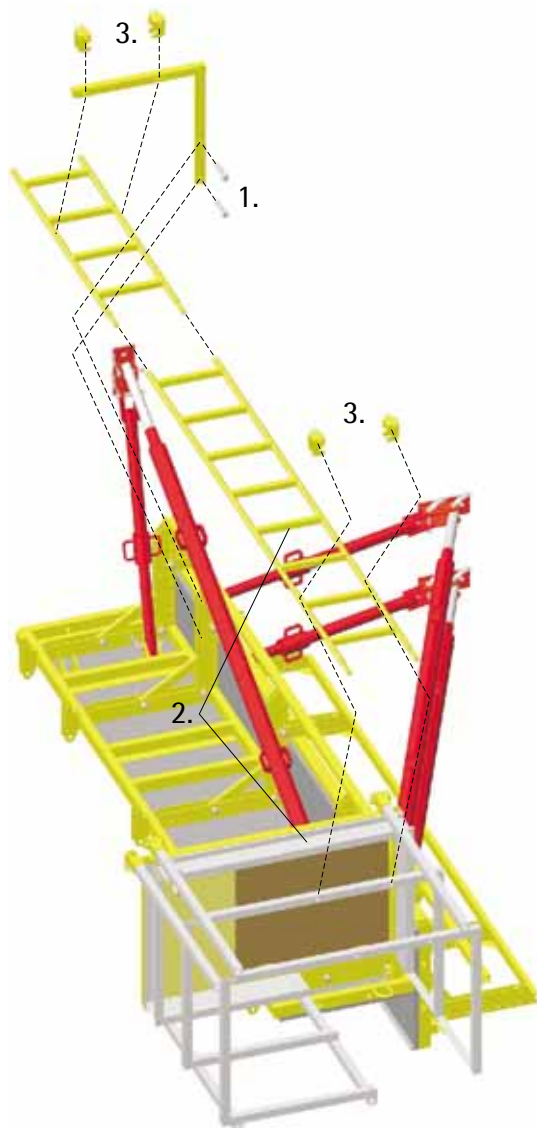

Abb.20
3. Leiter mit jeweils einem Paar Leiterbefestigungen am Rückenschutz und an der Leiterbefestigung sichern (Abb. 20).